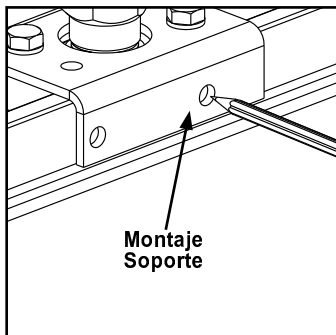

Figura 3-27
- Paso 1. Use soporte de montaje de riel como plantilla para marcar el Riel. Vea Figura 3-27.